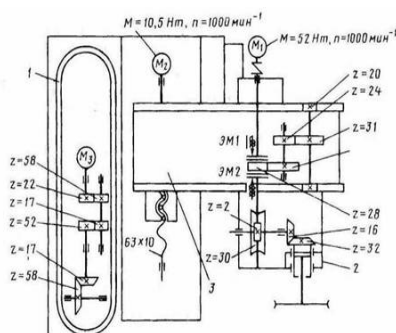

Рис. 1 Кинематическая схема МАСИ расточного станка
4. Как осуществляется смена инструмента расточного станка? (Рис. 1)
5. Какая муфта используется в цепи поворота автооператора? (Рис. 1)
6. Достоинства и недостатки муфты. (Рис. 1)
7. Запишите уравнение кинематического баланса цепи поворота автооператора. (Рис. 1)
8. Определите скорость поворота автооператора. (Рис. 1)
9. Определите скорость линейного перемещения устройства подъема/опускания автооператора. (Рис. 1)